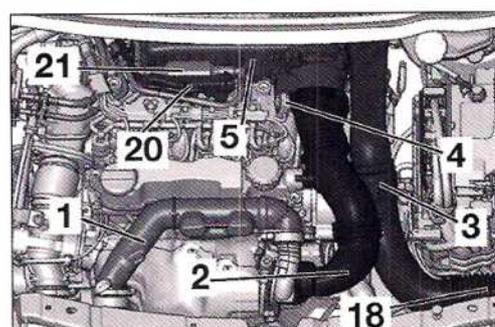

FIG. 36
- El resonador (1) (Fig.36).
- El colector (18).
- La conexión de entrada de aire del turbo (2).
- La conexión de entrada de aire (3).